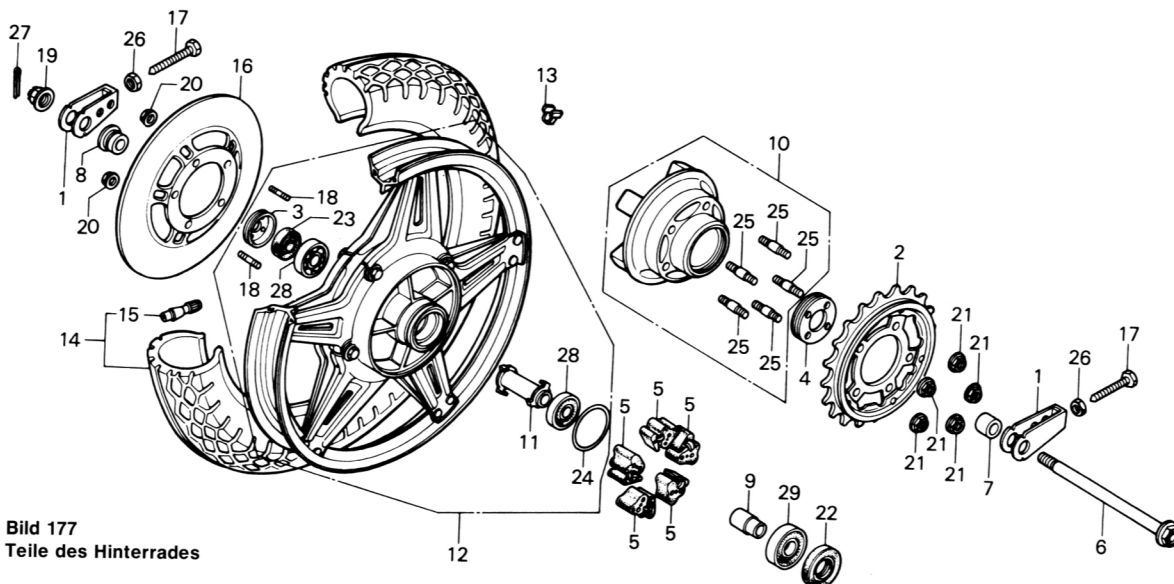

Bild 177
Die Teile des Hinterrades sind in Bild 177 gezeigt.
- Die Dämpfergummis («5» in Bild 177) auswechseln, falls sie beschädigt oder brüchig sind.
Unter Bezug auf Bild 177: